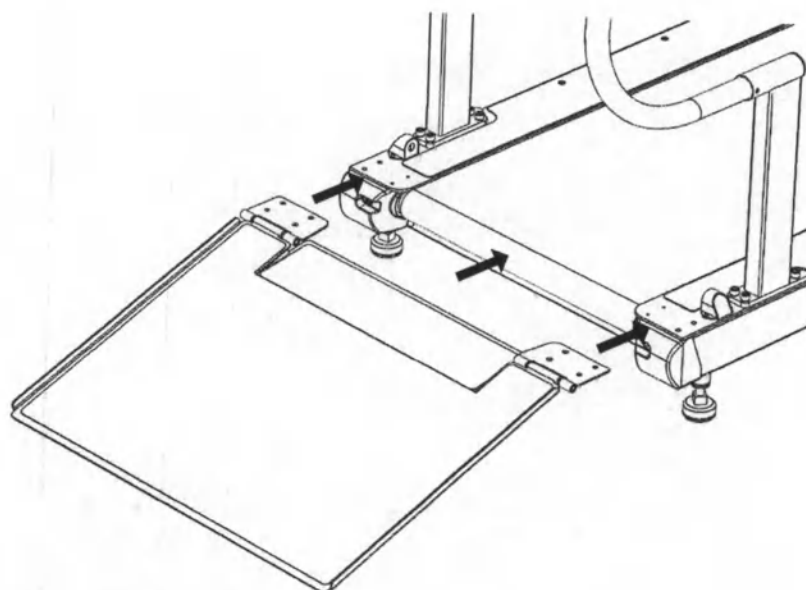

Рисунок 37 - Этап 1 установки рампы на беговую дорожку
- расположите ramпу рядом с беговой дорожкой (Рисунок 37);